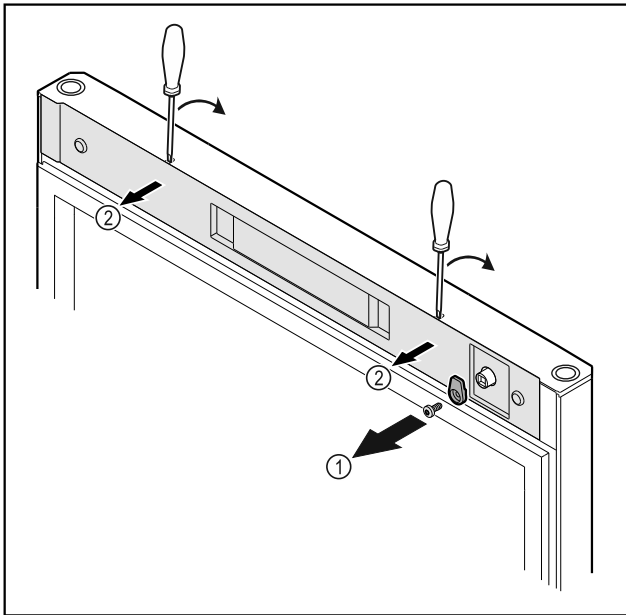

Fig. 52
- ▶ Irrota sulkuhaka Fig. 52 (1).
- ▶ Paina suojus Fig. 52 (2) pienellä ruuvimeisselillä paikaltaan ja ota se pois.